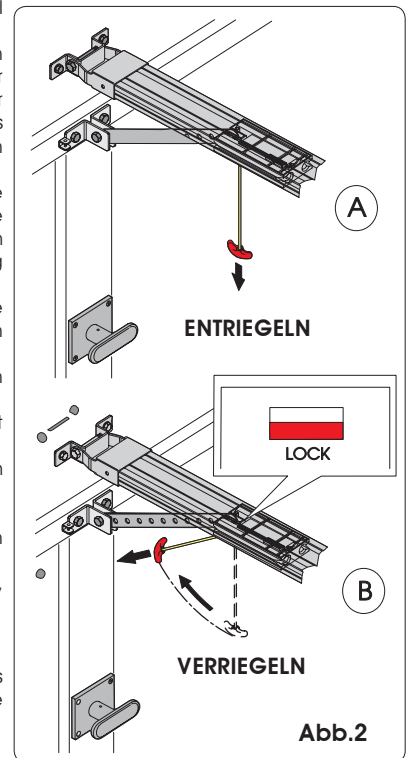

Abb. 2
- Den Antrieb entriegeln und hierzu den Freigabeknauf nach unten ziehen (Abb. 2 Bez. A).
- Die Automation erneut verriegeln und hierzu den Griff waagrecht ziehen (Abb. 2 Bez. B) und sicherstellen, dass das Fenster „LOCK“ unterhalb des Schlittens beim Loslassen rot ist. Dies bedeutet, dass der Betrieb ordnungsgemäß wiederhergestellt wurde.